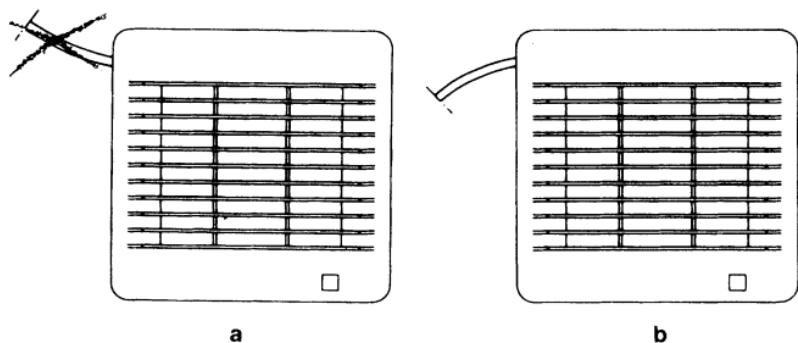

Fig. 5
La instalación puede hacerse con el cable empotrado, agujereando la muesca (7), o bien con el cable visto, introduciéndolo por el pasacables (2); si se opta por introducir el cable por el pasacables, deberá hacerse como indicado fig.5.
The extractor must be connected to a safety isolating transformer with an output voltage of 12V~ (CT-12/14) which must be mounted outside the bathroom or shower area. The cable to the fan should be of 1,5 mm² in section and can be concealed or surface wired. If the cable is connected through the side cable entry (2), this should be done as shown fig.5 to prevent condense moisture entering the fan.